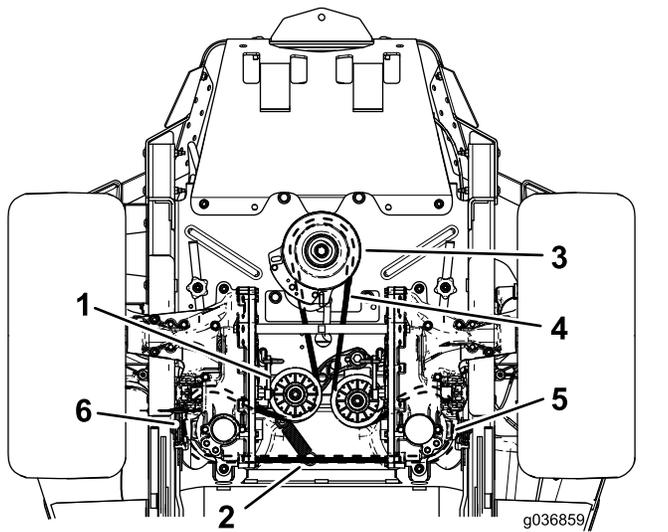

Figura 68
4. Levante la máquina y apóyela sobre gatos fijos (Figura 68).
6. Retire el muelle tensor del espárrago (Figura 68).
8. Instale la correa nueva alrededor de la polea del motor y de las 2 poleas de la bomba hidráulica (Figura 68).